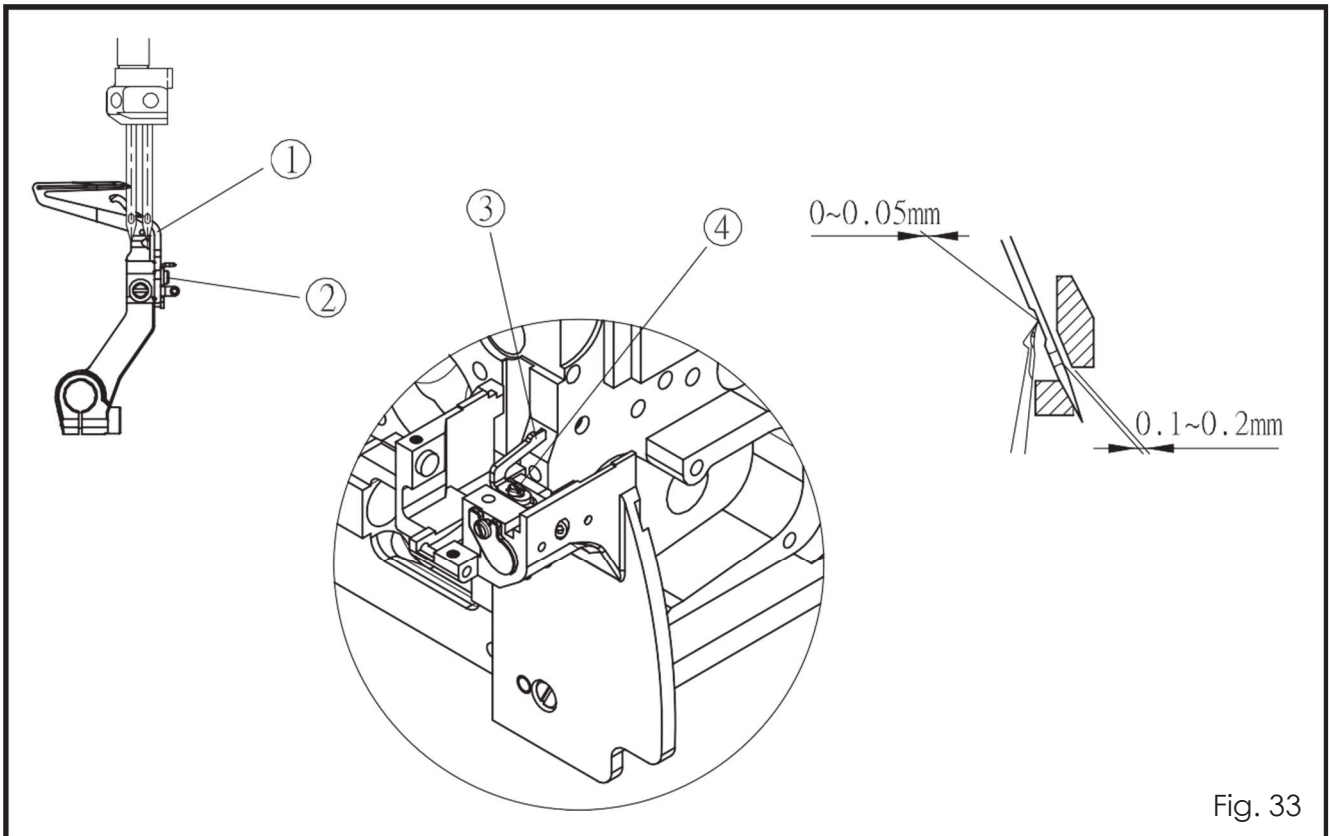

Fig. 33
Ajustando a maneira é soltar o parafuso ② e move a proteção da agulha traseira ① para ajustar. (Fig.33)
(2) Ajuste a proteção da agulha frontal
Quando a ponta do looper inferior move-se para o centro da agulha, o espaçamento entre a proteção da agulha frontal ③ e a agulha é 0.05mm~0.10mm. Ajustando a maneira é para soltar o parafuso ④ e mover a proteção da agulha frontal ③ para ajustar. (Fig.33)
(1) Quando o looper inferior se move da esquerda para direita, para o centro da agulha (A agulha esquerda é principalmente usada para agulhas duplas), o espaçamento entre a agulha e a proteção da agulha é 0~0.05mm.
(2) Quando a agulha estiver no ponto morto inferior, o espaçamento entre a agulha e a proteção da agulha é 0.1~0.2mm. (Fig.33)